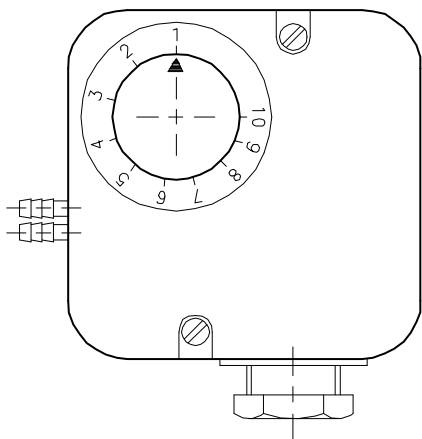

Fig. 24
- Régler le pressostat air en début d'échelle (Fig. 24 à la page 26).
Effectuer le réglage du pressostat air après avoir effectué tous les autres réglages du brûleur avec le pressostat air réglé en début d'échelle (Fig. 24).